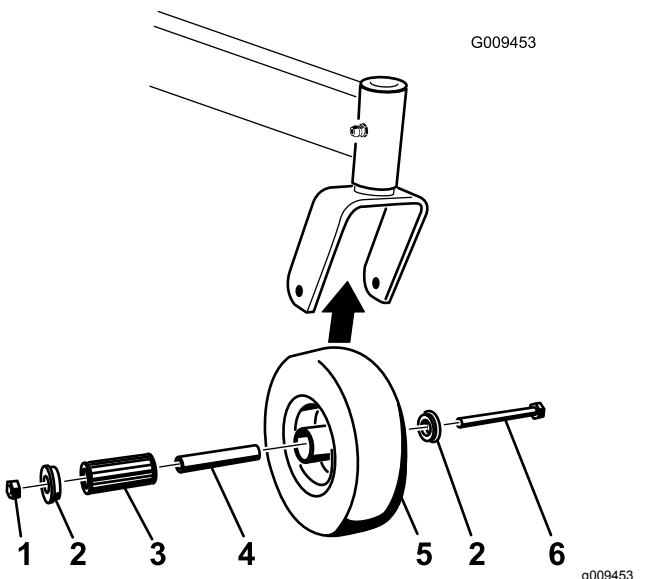

図 48
2. ブッシュを1つ外し、次にスパンナブッシュとローラベアリングをホイールハブから抜き出す図 48。
3. ホイールハブからもう1つのブッシュを取り出し、ハブについているグリスや汚れを落とす図 48。
注 破損・摩耗しているパーツは交換する図 48。
5. ホイールハブにブッシュ1つを入れる図 48。
6. ローラベアリングとスパンナブッシュにグリスを塗ってホイールハブに取り付ける図 48。
7. ホイールハブに残りのブッシュ1つを入れる図 48。
8. キャスタホイールをキャスタフォークに取り付け、ホイールボルトとロックナットで固定する図 48。
9. スパンナブッシュがキャスタフォークの一番奥に当たるまでロックナットを締め付ける図 48。
1. キャスタホイールをキャスタフォークに固定しているロックナットとホイールボルトを外す図 48。